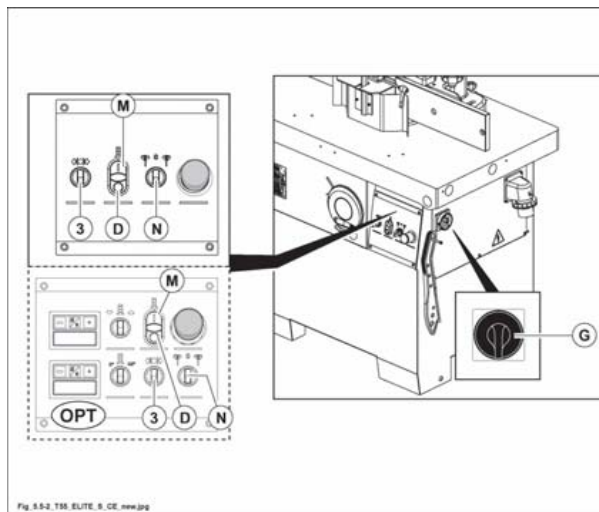

Fig. 5.5-2
- Ruotare il selettore (N fig. 5.5-2) verso sinistra  e tenerlo in posizione. Premere il pulsante (M fig. 5.5-2) per avviare il gruppo operatore; lasciare il selettore (N fig. 5.5-2) che tornerà in posizione centrale.
- 1) Premere il pulsante (D fig. 5.5-2).
- 2) Ruotare l'interruttore generale (G fig. 5.5-2) in posizione 0.
è vietato arrestare il motore ruotando il selettore (3 fig. 5.5-2) sulla posizione .
- Ruotare il selettore (N fig. 5.5-2) verso destra  e tenerlo in posizione. Premere il pulsante (M fig. 5.5-2) per avviare il gruppo operatore; lasciare il selettore (N fig. 5.5-2) che tornerà in posizione centrale.